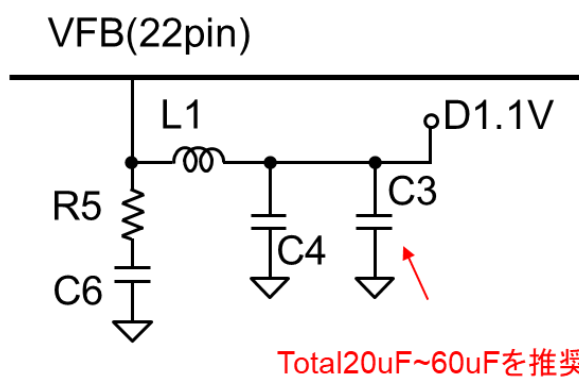

Figure 2-5 DC-DC コンバータの外付け回路例
- Figure 2-5 に DC-DC コンバータの外付け回路例を、Table 2-3 にその回路定数例を示します。